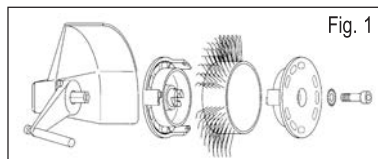
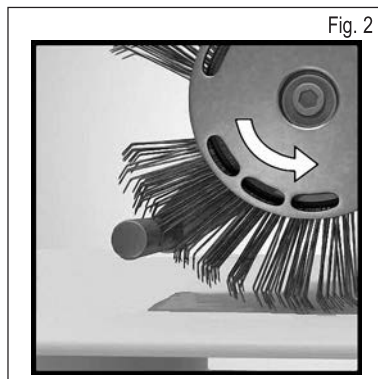

Fig. 1
Fig. 2
1. Couper l'alimentation en courant, puis fixer la bande Bristle Blaster® de 23 mm de manière appropriée sur l'outil avec le système adaptateur correspondant (attention au sens de rotation) et la rondelle et la vis prévues à cet effet. **Cf. fig. 1 et fig. 2**
Utilisez-vous une bande Bristle Blaster® tournant dans le mauvais sens ? – Alignez la bande à brosse de manière à ce qu'elle tourne dans le sens prescrit (cf. chapitre 5, Mise en service, fig. 2).